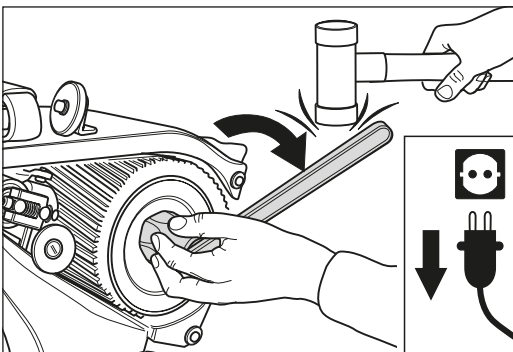

Fig. 39 Débloquez l'écrou du rouleau (**filetage à gauche !**), au besoin en y portant un coup. **N'utilisez jamais de marteau en acier !**
- Avec une clé, ouvrez les écrous du tambour. Veillez à ce que les écrous du tambour possèdent un filetage à gauche (fig. 39). Si nécessaire, utilisez un marteau en caoutchouc. **N'utilisez jamais de marteau en acier !**